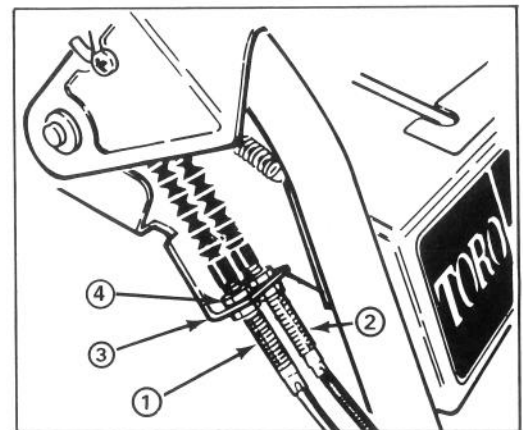

Abbildung 22
4. Die obere, das Räumwerk-/Gebläse-Kabel an die Befestigungsschelle festhaltende Gegenmutter lösen (Abb. 22).
5. Die untere Gegenmutter nach obendrehen, um die Riemen Spannung zu erhöhen (Abb. 22).
EINSTELLEN DES FAHRANTRIEBSRIEMENS (Abb. 22)
2. Die drei (3), die Riemenabdeckung befestigenden Blechschrauben entfernen und die Riemenabdeckung auf den Kabeln nach oben schieben.
8. Die das Kabel an die Schelle befestigenden Gegenmuttern an dem auszuwechselnden Riemen entsprechenden Steuerkabel lösen (Abb. 22). Beim Auswechseln des (der) Riemen(s) muß das Kabel zum Gleiten in der Schelle frei sein.